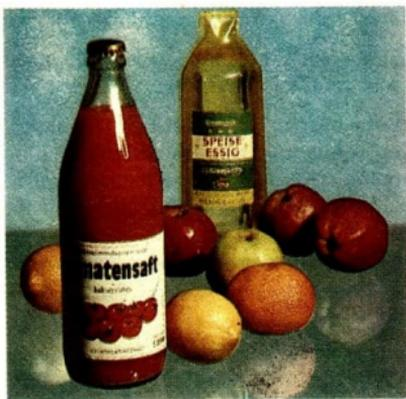

Abb. 21 Nahrungsmittel, die Säuren enthalten
**Charakteristisches Merkmal saurer Lösungen.** Zu den sauren Lösungen gehören auch natürliche Stoffe, wie Essig, Zitronensaft und saure Milch. Von solchen Flüssigkeiten mit saurem Geschmack ist die Bezeichnung saure Lösung abgeleitet worden. Der Mensch kennt und verwendet sauer schmeckende Lösungen schon seit langer Zeit (Abb. 21).